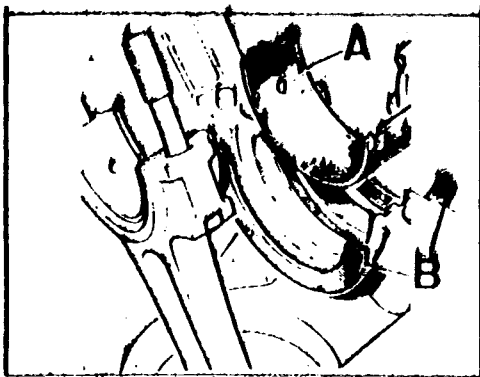
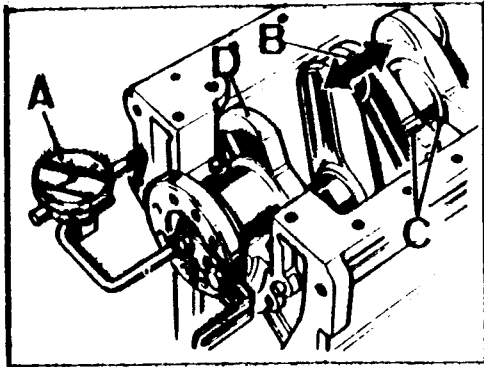

Fig. A3-97 Desmontaje de semicojinetes superiores y arandelas de empuje
Fig. A3-98 Comprobación del juego longitudinal del cigueñal
- 1.6. Retirar el cigueñal, los semicojinetes superiores, A (Fig. A3-97) y las arandelas de empuje, B, situadas una a cada lado del cojinete central.
- 2.3. Situar las arandelas de empuje, B (Fig. A3-97) a cada lado del cojinete central. Limpiar perfectamente las muñequillas y muñones del cigueñal, así como los semicojinetes y lubricarlos abundantemente con aceite del motor.
- 2.4. Montar el cigueñal e instalar en su brida un comparador de reloj, A (Fig. A3-98) por medio del soporte 530106. Medir el juego longitudinal que deberá ser de 0,05 a 0,15 mm. Si no fuera así corregir por medio de las arandelas de empuje, B (Fig. A3-97).
- 1.8. Se instalarán los semicojinetes superiores perfectamente limpios y las arandelas de empuje, B (Fig. A3-97). Montar el cigüeñal con las muñequillas limpias y secas.